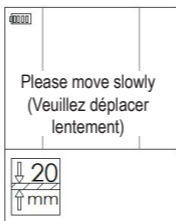
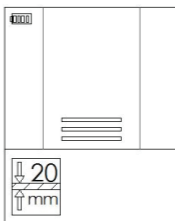

Fig. 6
Fig. 7
- Il peut arriver que l'appareil de mesure et de détection laser ne soit pas calibré automatiquement en raison de différents facteurs environnementaux. Une détection incorrecte risque alors de se produire. Dans ce cas, effectuez un calibrage manuel. Pour calibrer manuellement, appuyez sur la touche de détection du bois (1) et attendez jusqu'à la fin du calibrage. L'écran LCD (10) affiche à nouveau la même valeur que celle indiquée dans la figure 7 dans la section « Calibrage en mode détection des métaux non ferreux ».
- Appuyez sur la touche de détection du bois (1) pour activer le mode de détection des objets non métalliques. Le mode de détection actuel est indiqué par annonce vocale lorsque cette fonction est activée.
- Déplacez lentement l'appareil de mesure et de détection laser dans un sens (vers la gauche ou la droite) sans poser les doigts sur la surface à examiner. N'appuyez pas davantage sur la surface et ne le soulevez pas. Lorsqu'un objet détectable se trouve à distance de détection, les symboles correspondants s'affichent sur l'écran LCD. Pour plus de détails sur les symboles, lisez le chapitre « Signification des symboles de détection ». Au même moment, une annonce indique le type de matériel trouvé (si l'annonce vocale est désactivée, rien n'est annoncé). La force du signal d'un objet trouvé est indiquée sur l'écran LCD à l'aide de barres (voir fig. 7 dans la section « Calibrage en mode détection pour les objets non-métalliques »).
- Continuez à déplacer l'appareil de mesure et de détection laser dans la même direction. Lorsque l'instrument quitte à nouveau le centre de l'objet détecté, les barres de signalement (comme illustré en fig. 7) diminuent à nouveau. Déplacez l'appareil de mesure et de détection laser jusqu'à ce qu'il n'y ait plus de signal. La figure 6 est à nouveau affichée sur l'écran LCD (10). Le processus de détection est terminé.